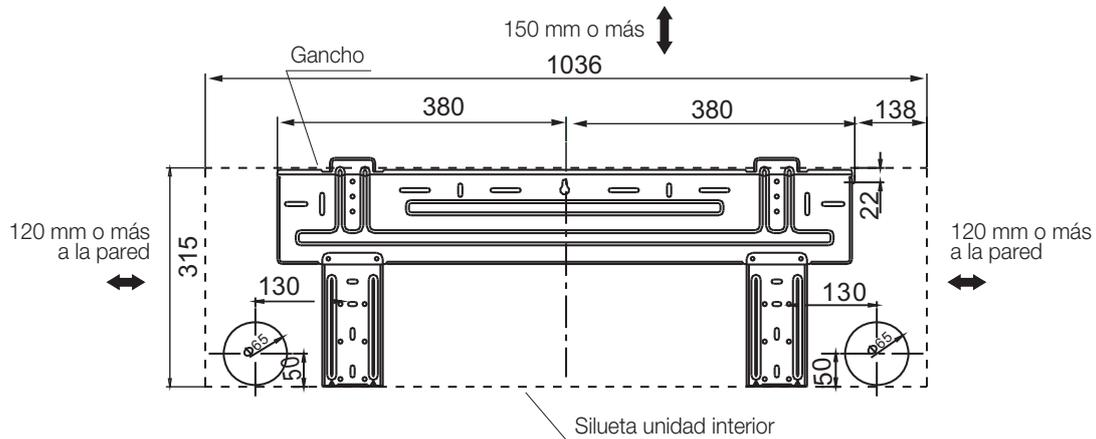

Fig.5
1. Determine las posiciones de los orificios de acuerdo con el diagrama que se detalla en la Fig. 5. Perfore un (1) orificio (Ø65mm) con ligera pendiente hacia el exterior.